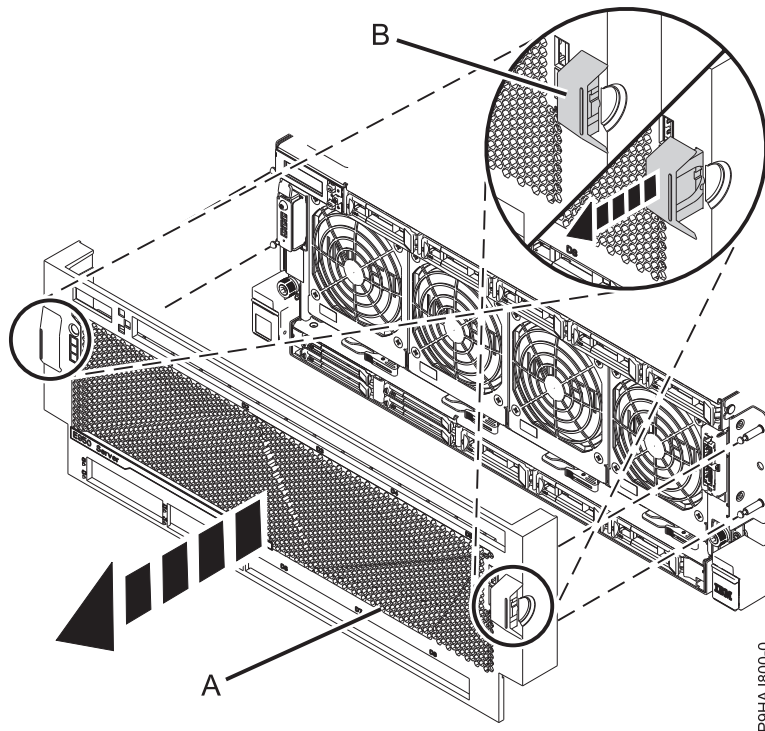

Figure 7. Retrait du capot avant
2. Placez vos doigts sur les encoches **(B)** situées de part et d'autre du capot, comme illustré à la figure 7, à la page 10.
3. Retirez le capot (A) du système, comme illustré à la figure 7.